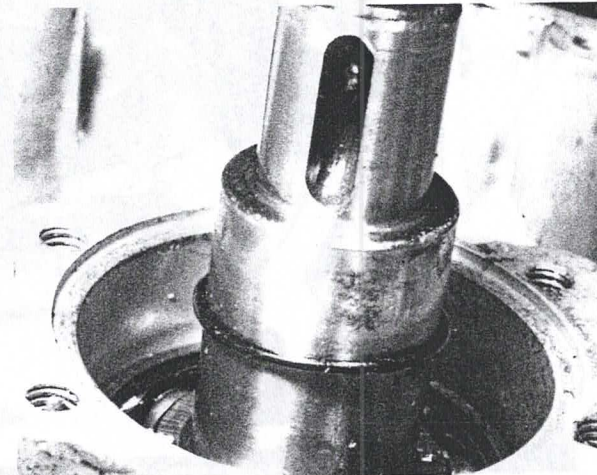

Bild 74
- Den O-Ring auf den rechten Kurbelwellenstumpf aufziehen (Bild 74), dann die Wellendichtung mit ihrem Befestigungsschild und den zweiten O-Ring einbauen. Die Wellendichtung ist vor dem Einbau zu schmieren, damit die Dichtlippe nicht beschä-